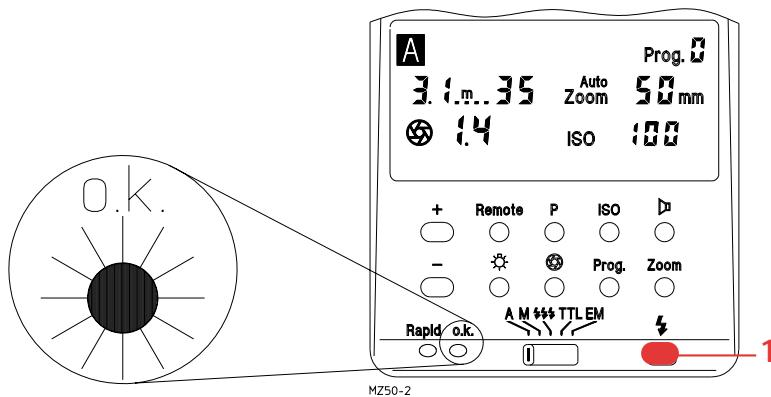

Bild 22: Belichtung o.k.
**1** Der Probeblitz wird mit der Handauslösstaste (35) ausgelöst (Bild 22).